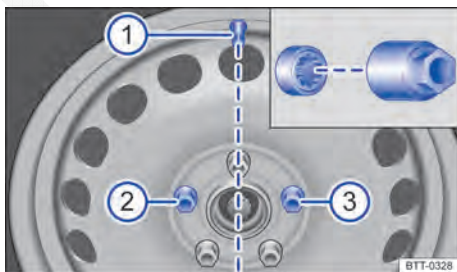

Fig. 233 Troca de roda: Válvula do pneu ① e locais de instalação do parafuso de roda antifurto ② ou ③.
Antes de colocar a calota integral, o parafuso de roda antifurto deve ser aparafusado na posição ⇒ Fig. 233 ② ou ③. Do contrário, a calota integral não pode ser montada.
A calota integral da roda deve ser pressionada sobre o aro de tal modo que o recorte da válvula se posicione sobre a válvula do pneu ⇒ Fig. 233 ①. Ao colocar a calota integral, atentar para que se encaixe com segurança em toda a circunferência.
- Encaixar o adaptador no parafuso de roda antifurto até o batente ⇒ Fig. 233.
- Aparafusar o parafuso de roda antifurto com o adaptador na posição ⇒ Fig. 233 ② ou ③ no sentido horário e apertar levemente.